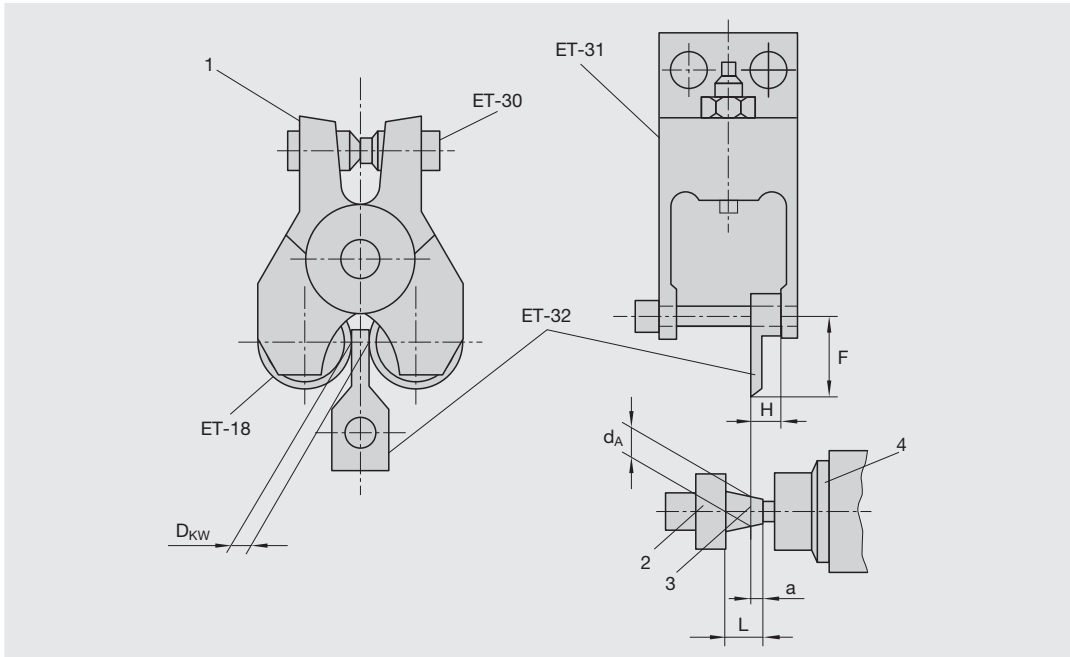

Abb. 20: Verwendung der Einstellehre bei konischen Gewinden
Zum Einstellen des Achsabstands (siehe auch Kapitel 5.1.5) legen Sie die Einstellehre (ET-32)3 im Bereich des größten Rollen- $\emptyset$  zwischen die beiden Gewinderollen (ET-18), siehe Abb. 20-links. Verstellen Sie den Achsabstand mit den Gewindestiften (ET-30) bis die Einstellehre in diesem Bereich genau zwischen die Gewinderollen passt.
In Abb. 20-rechts ist das Werkstück (2) in der Spannzange (4) der Maschinenspindel dargestellt. Zum Einstellen der Rollposition (siehe hierzu Kapitel 6.3) für ein konisches Gewinde muss sichergestellt werden, dass die Einstellehre das Werkstück (2) auf der Bezugsebene (3) des konischen Gewindes berührt. Diese befindet sich auf dem Werkstück im Abstand  $a$  vom Gewindeanfang. Setzen Sie die Einstellehre (ET-32) so in den Rollkopfhalter (ET-31) ein, dass die Bundfläche auf der Seite im Rollkopfhalter aufliegt, an der sich ansonsten die kurze Armseite des Tangentialrollkopfs4 befindet. Das Höhenmaß  $H$  der Einstellehre stellt sicher, dass sich die Spitze der Einstellehre dort befindet, wo auch später die Bezugsebene der Gewinderolle ist. Nun können Sie den Rollkopf wie in Kapitel 6.3 beschrieben gegen das Werkstück fahren und über das  $F$ -Maß die Rollposition einstellen.